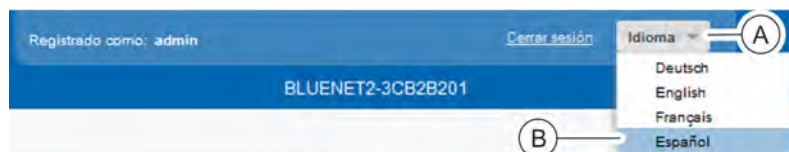

Fig. 88: Cambiar el idioma
1. En la línea de títulos, haga clic en el botón "Idioma" (Fig. 88/A).
2. Seleccione el idioma que desee (p. ej., Fig. 88/B).